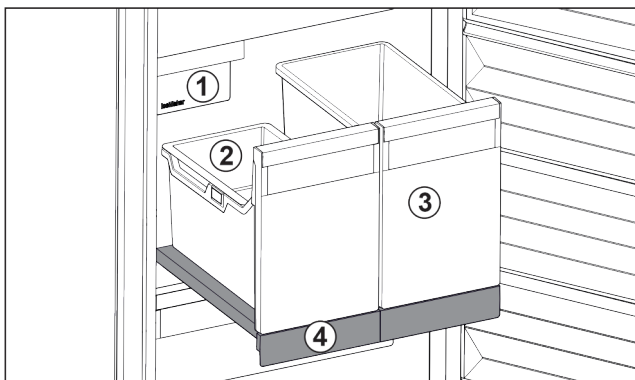

Fig. 83 Utdragshylla med IceTower
- (1) IceMaker
- (2) Hängande fack för istärningar
- (3) Behållare för t.ex. pizza, alkoholhaltiga drycker
- (4) Utdragshylla
Det finns två stora behållare på utdragshyllan (IceTower). I behållaren Fig. 83 (2) lagras och samlas istärningar från IceMaker. Behållaren Fig. 83 (3) är avsedd för förvaring av höga livsmedel som pizzor eller alkoholhaltiga drycker.